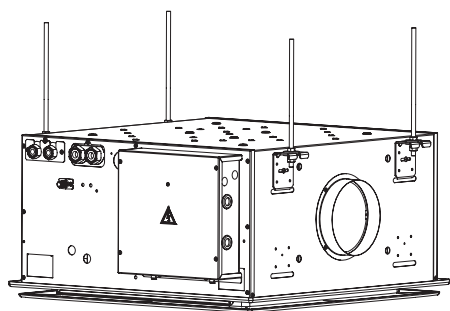

Fig. 4
- Soulever l'unité et accrocher les brides aux quatre ronds comme indiqué en Fig.4.